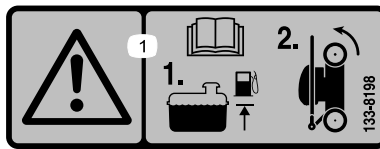

Bild 17
1. Stellen Sie sicher, dass der Stand des Kraftstoffs im Kraftstofftank nicht höher ist, als vom Motorhersteller empfohlen, siehe den Motoraufkleber des Herstellers auf dem Motor (Bild 17).